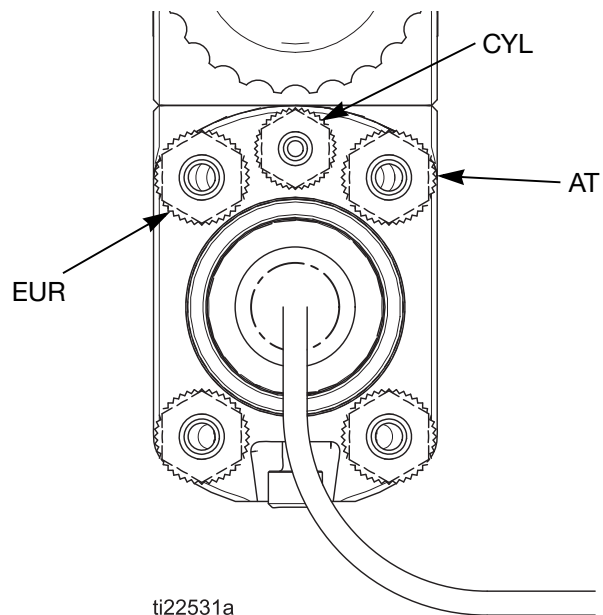

FIG. 20 Raccords d'air du collecteur
6. Utiliser le régulateur de pression d'air sur la conduite d'alimentation en air d'atomisation (AT) pour régler le degré d'atomisation. (Voir FIG. 20.) Par exemple, pour un débit de fluide de 10 onces par minute (0,3 litre par minute), la pression d'atomisation type serait de 20-30 psi (1,4-2,1 bars, 0,14-0,21 MPa) au niveau du collecteur de pistolet.
2. Activer et désactiver les fonctions de pulvérisation du pistolet à l'aide de l'électrovanne sur la conduite d'alimentation d'air du cylindre (CYL). L'application d'une pression d'air minimum de 50 psi (3,4 bars, 0,34 MPa) sur le raccord d'air du cylindre (CYL) activera la séquence marche/arrêt de l'air d'atomisation (AT), l'air de pulvérisation (FAN) et du produit (P). Voir FIG. 20, page 32.